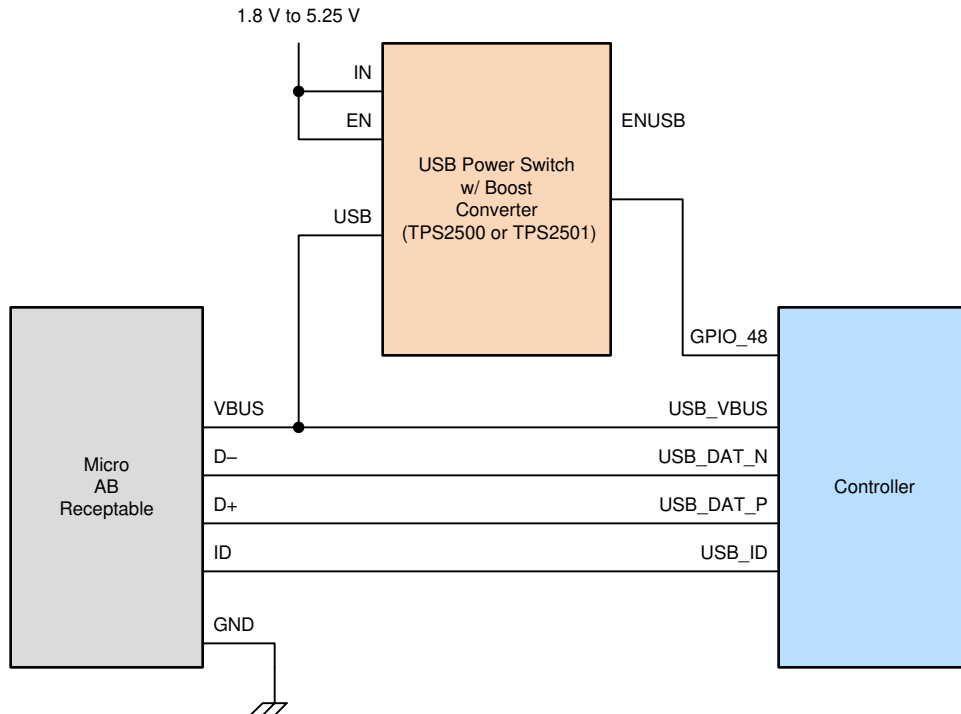

图 5-3. 将 DLPC7530 控制器用作 USB OTG 控制器的外部 USB 开关示例
- (1) 以 VAD33_USB 为基准 (I/O 类型 11)
- (2) 当用作 USB OTG 的一部分控制器时, DLPC7530 需要一个外部 USB 开关来为 USB 5V 电源供电。图 5-3 中显示的示例使用 TI TPS2500/2501 器件。该示例图未描述所需的辅助元件 (例如电阻器和电容器)。有关这些信息, 请参阅所选器件的 USB 开关逻辑数据表。仅支持 USB 外设模式的产品配置不需要外部 USB 开关。